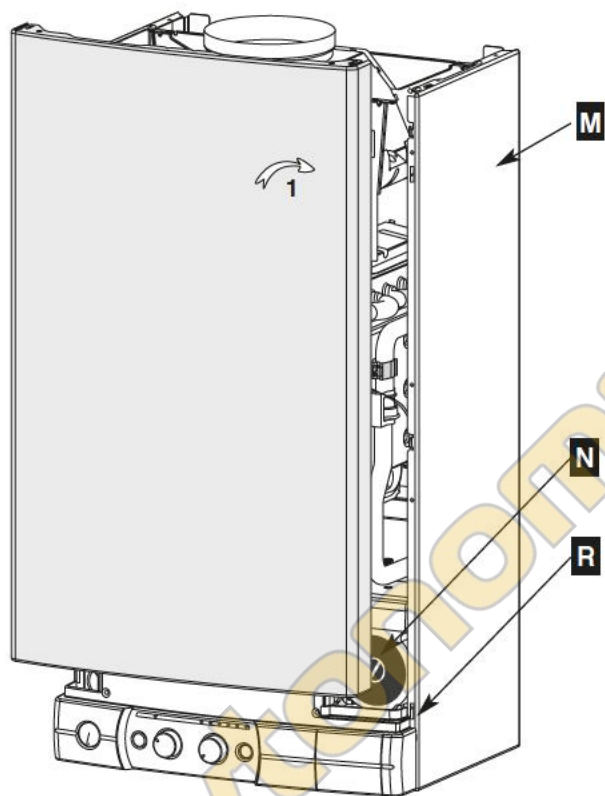

Рис. 14
- приложите переднюю панель к водонагревателю (рис. 14)